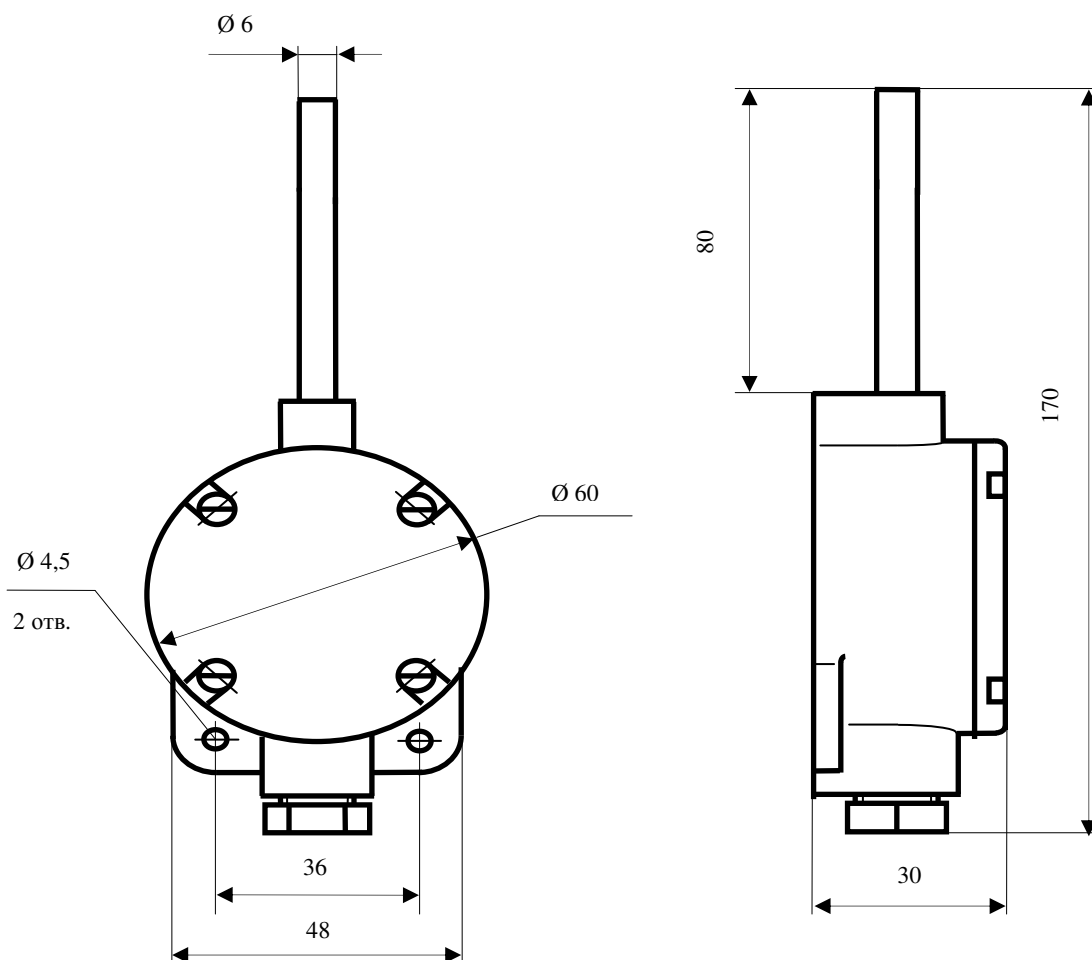

Рисунок 1. Термопреобразователь TSM 0618-04. Габаритные и присоединительные размеры.
- Внешний вид и основные размеры термопреобразователя представлены на рис. 1.